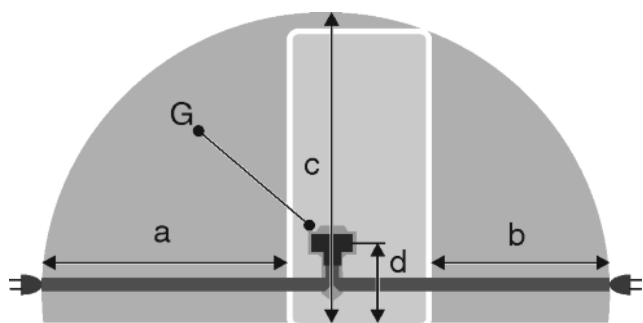

Fig. 22
- Розетка находится вне зоны задней стенки в данной зоне. Fig. 22 (a, b, c)
- Штекер устройства Fig. 22 (G) подсоединить с задней стороны устройства. Следить за правильной фиксацией.